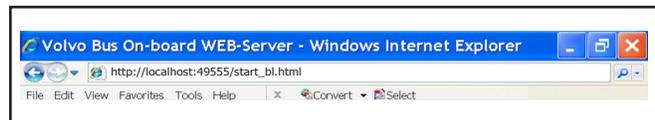

Figure 38 - Barre d'adresse du navigateur
2. Ouvrir le navigateur Web et entrer l'adresse suivante : http://localhost:49555/start_bl.html. Voir Figure 38.